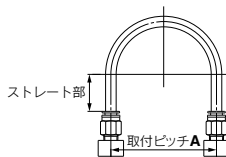
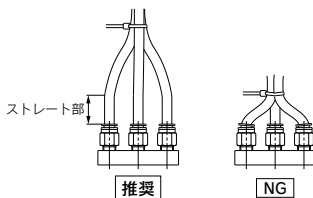

図1 推奨配管図
図2 結束バンドで配管を束ねた場合
- ①ワンタッチ管継手に配管する際は図1の推奨配管条件にて、チューブ長さには余裕を持った配管をお願い致します。また、結束バンドなどで配管を束ねる場合には継手に外力が加わらないよう配管してください。（図2参照）